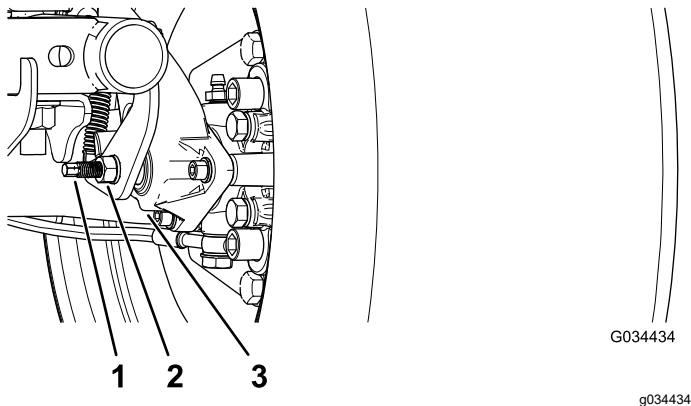

Bild 53
3. Verwenden Sie zwei Schraubenschlüssel und arretieren Sie die Strebe an der Bremsbacke mit einem Schraubenschlüssel und lösen Sie die Klemmmutter um eine Vierteldrehung mit dem anderen (Bild 53).
4. Halten Sie die Strebe zum Einstellen und die Klemmmutter fest und drehen Sie die Strebe zum Einstellen, um sie anzuziehen (Bild 53).
5. Halten Sie die Strebe zum Einstellen und die Klemmmutter fest und drehen sie um eine Vierteldrehung heraus (Bild 53).
6. Halten Sie die Strebe zum Einstellen und die Klemmmutter fest und ziehen Sie die Klemmmutter an (Bild 53).